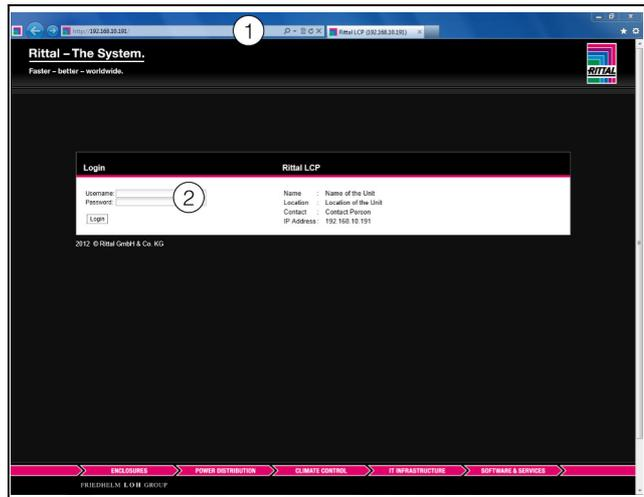

Abb. 87: Anmeldebildschirm bei einer HTTP-Verbindung
- Geben Sie im Browser die Adresse **http://192.168.0.190** ein (Abb. 87, Pos. 1). Es wird
- Melden Sie sich als Benutzer **admin** mit dem Kennwort **admin** an (Abb. 87, Pos. 2).